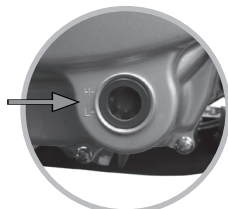

Imagen 20. Mirilla de aceite
2. Localizar la mirilla del aceite en el lado derecho del motor. Ver imagen 20.